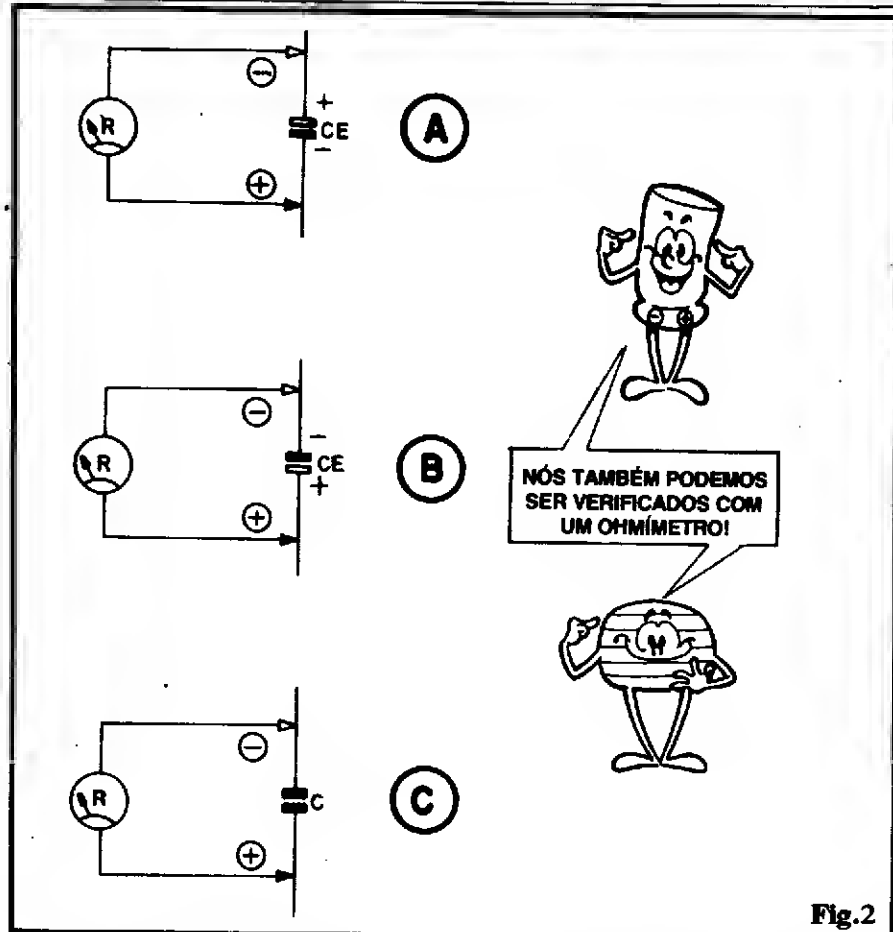

Fig. 2
- FIG. 2 - Avaliando capacitores - Os diagramas 2-A e 2-B mostram a utilização do OHMÍMETRO no teste básico de um capacitor eletrolítico (que é - Vocês se lembram - um componente **polarizado**...). Na posição 2-A, com a polaridade das pontas do OHMÍMETRO invertida com relação às das placas do capacitor, um componente em bom estado deverá apresentar uma RESISTÊNCIA bastante **alta** (já que - teoricamente - as placas de qualquer capacitor devem estar **isoladas** uma da outra...). Se, na configuração 2-A, o OHMÍMETRO indicar uma R **baixa**, muito provavelmente o capacitor eletrolítico CE estará com defeito (enorme "fuga"...). Já na medição 2-B, com a polaridade das pontas de prova coincidindo com a das placas do CE, o OHMÍMETRO, **inicialmente**, deve indicar uma RESISTÊNCIA surpreendentemente **baixa**, que vai, lentamente "subindo" até ficar bastante elevada! Isso deve ocorrer num CE em boas condições, e explica-se facilmente: estando o capacitor inicialmente
o fenômeno também ocorre nos capacitores não eletrolíticos (fig. 2-C), de valor bastante baixo (tipicamente de 1 ou 2 μF para baixo...), porém a velocidade da transição ou curva de Resistência "vista" pelo OHMÍMETRO será tão grande que nem o próprio instrumento (pelas suas naturais inércias mecânicas) nem os nossos olhos (pela impossibilidade que nossas retinas têm de ser "impressionadas" por eventos muito rápidos...) conseguirão detetá-la! Assim, um capacitor C, de valor relativamente baixo, deve apresentar (em qualquer polaridade das pontas de prova...) uma R alta... Se a R for baixa, é sinal de que o componente está inutilizado (em "curto" ou com "fuga" excessiva...).